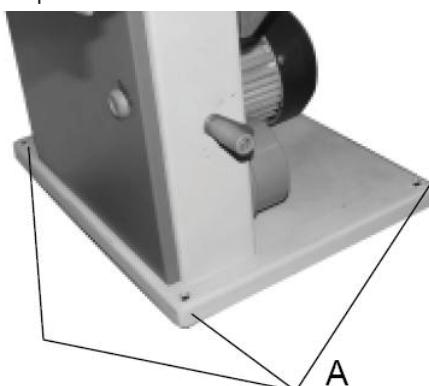

Рис.13
- В основі пилки є чотири отвори Ø8 мм (A, Рис. 13).